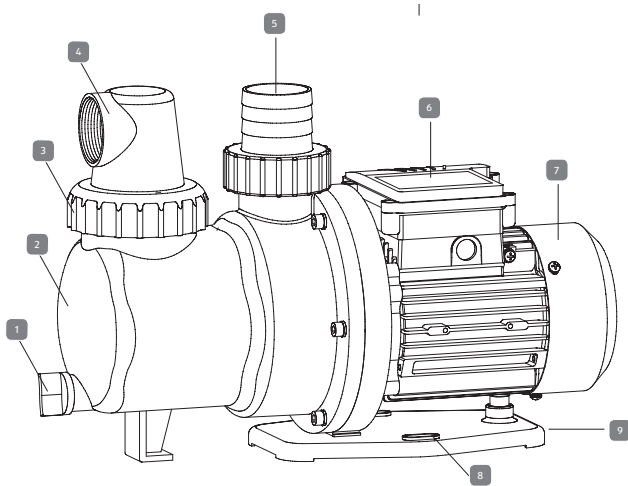

Abbildung 2 /
1. Benutzen Sie einen Schraubenzieher um die Schrauben herauszuziehen. (Abbildung 2)